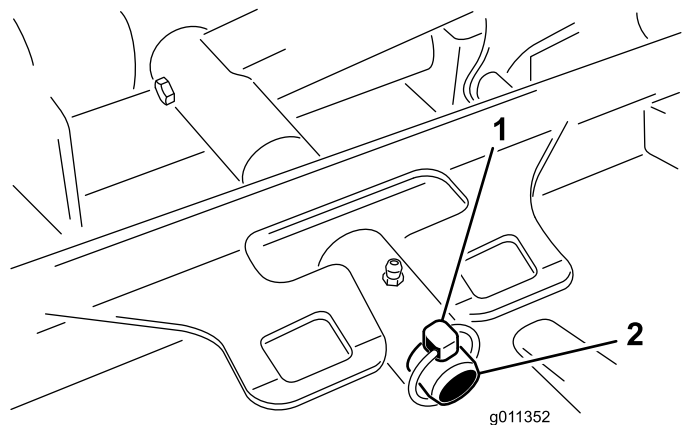

Figura 82
3. Togliete l'acciarino o il dado di ritegno (solo Groundsmaster 4700) che fissano il telaio portante del piatto di taglio al perno orientabile del braccio di sollevamento (Figura 82).
3. Infilate il telaio portante del piatto di taglio sul perno di articolazione del braccio di sollevamento. Fissate gli elementi con l'acciarino o il dado di ritegno (solo Groundsmaster 4700) (Figura 82).